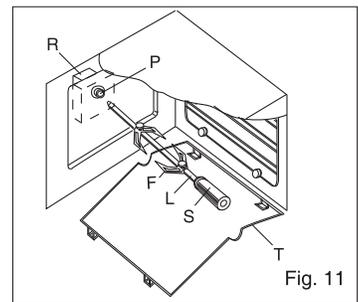

Fig. 11
50 ÷ 200	<p>Einschaltung der gesamten Grillheizung  und (Motor des Drehspießes nach den Modelle, siehe Abb.11). Diese Funktion ist zum Spießbraten, Grillen oder Gratinieren geeignet.</p>
<p>50 ÷ 200</p>	<p>Einschaltung der gesamten Grillheizung  und (Motor des Drehspießes nach den Modelle, siehe Abb.11). Diese Funktion ist zum Spießbraten, Grillen oder Gratinieren geeignet.</p>
- Lehnen Sie den Bratspießschalter an, wie auf Bild 11 gezeigt.
- Setzen Sie die Bratspießspitze in die hohle Motorwelle **M**, die sich an der Rückseite des Ofens befindet, ein (**Abb.11**)